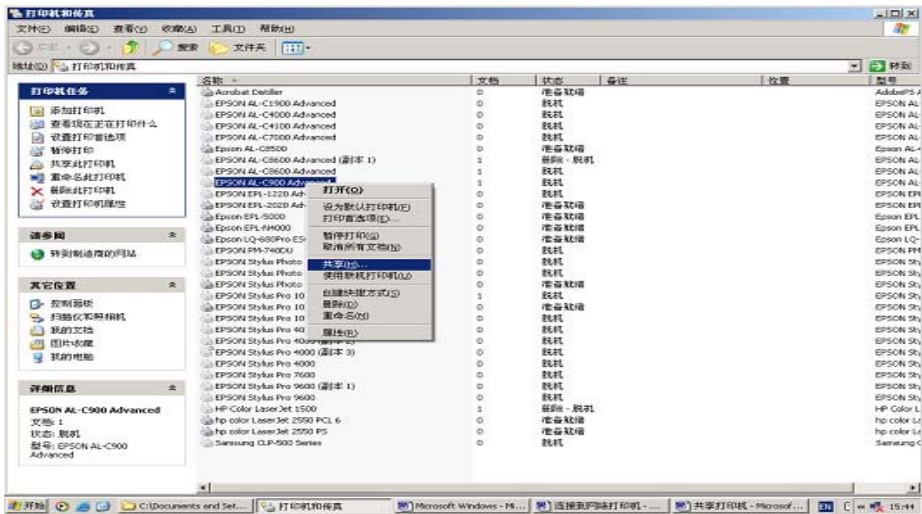

图 7-58 选择“共享”
① 提供打印机共享服务（共享方）。
- 右键单击要共享的打印机，然后选择“共享”，如图 7-58 所示。